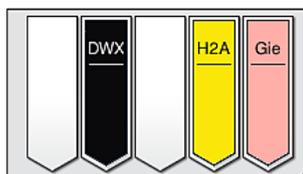

Рис. 87
- После того, как стойка пройдет процесс окрашивания, она будет перемещена в разгрузочное устройство и установлена в свободное гнездо (→ "Рис. 19-4") (→ "Рис. 87"). Пользователь будет информирован об этом с помощью соответствующего информационного сообщения и звукового сигнала.